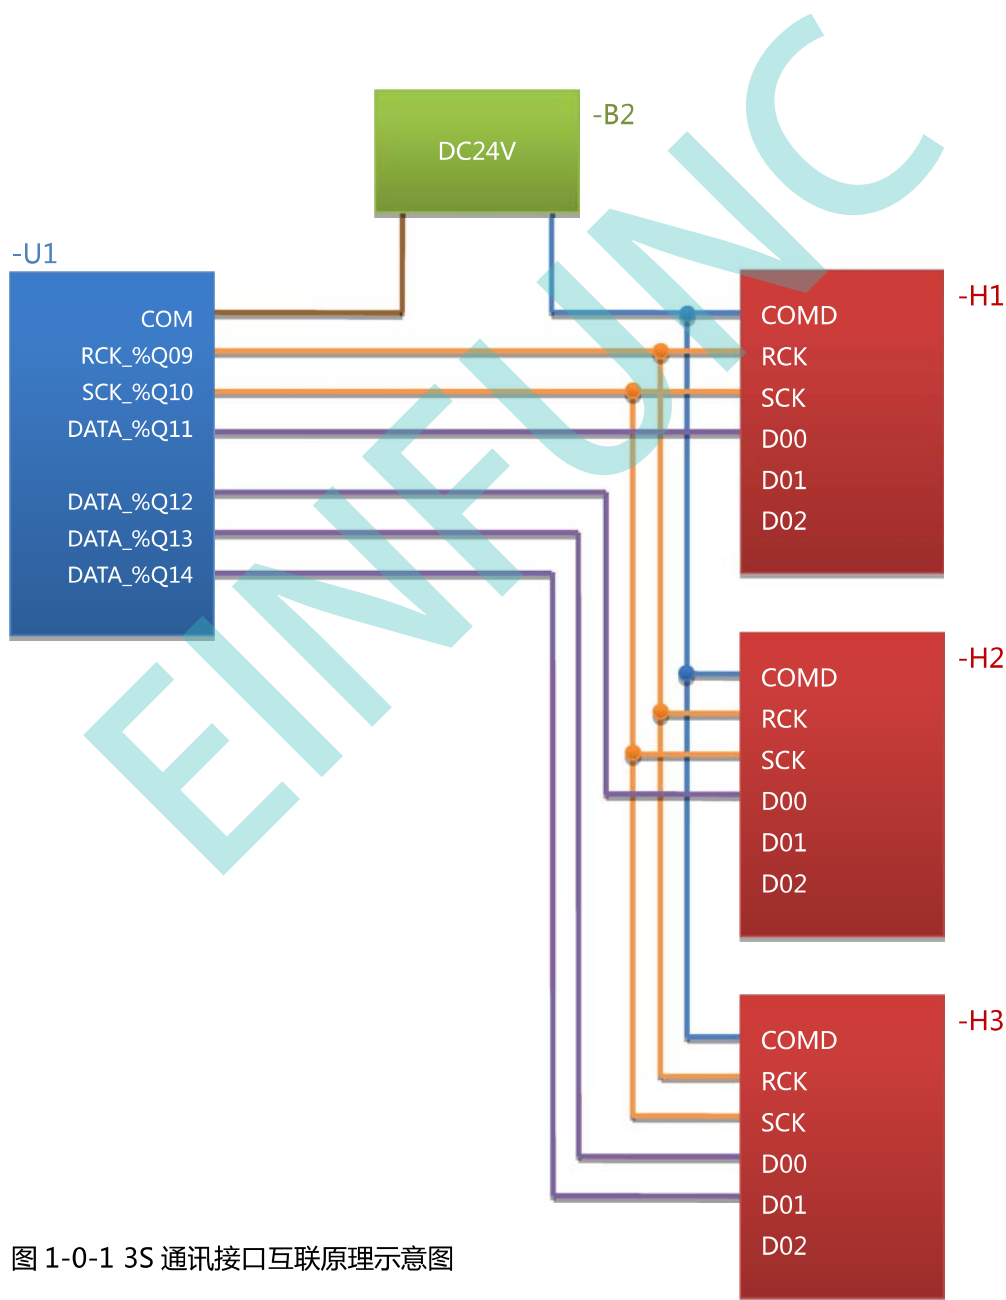

图 1-0-1 3S 通讯接口互联原理示意图
3S 通讯技术是指将 PLC 程序中任意指定的操作数如定时器、计数器、内部变量数据和常量数据,通过 PLC 直流固态输出点组成的 3S 通讯接口串行传送至带有 3S 通讯接口的外部设备上,使这些设备对接收到的数据进行进一步的处理,如图 1-0-1 所示。这项技术由任志兵于 1995 年发明研制,在当年申请并实施了实用新型专利:ZL95226265.7。在图 1-0-1 中:
任选 PLC-U1 三个晶体管输出点作为基本的 3S 通讯接口, 如图 1-0-1 中所示的 %Q9、%Q10 和 %Q11 点:
在最基本的连接基础上只需增加数据输出口 %Q11、%Q12、%Q13....., 各个数据通道在时钟的驱动下同时向外部设备的数据输入端 D00、D01、D02.....传送数据, 每个通道每帧传送一个字 (16Bits) 的数据码。这样能够保证传送速度不变。如图 1-0-1 中, -H3 外设需要接收双整数数据 (32Bits), PLC-U1 需要两个数据输出口, 一个传送双整数的低字, 另一个传送双整数的高字。
- ❖ 3S 通讯线路电源就是图 1-0-1 中的-B2 电源，DC24V。它与各设备的 COM/COMD 的连接方向取决于 PLC-U1 的 DO 晶体管/场效应管的有效电流方向：